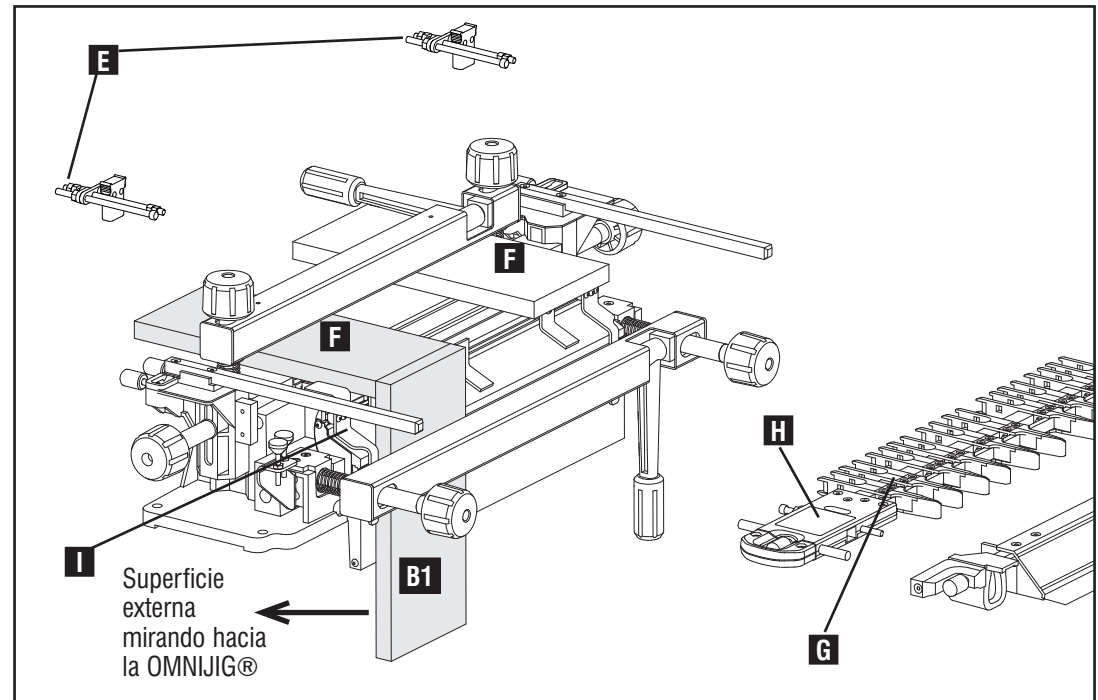

Fig. 16
Utilice los topes (E) Fig. 16 con etiquetas "LADO IZQUIERDO DE CAJA" y "LADO DERECHO DE CAJA" para la plantilla digital variable. Utilice los topes con etiquetas "LADO IZQUIERDO DE CAJA EN MINIATURA" y "LADO DERECHO DE CAJA EN MINIATURA" para la plantilla digital en miniatura.
1. Monte las tablas de descarte horizontales (F) Fig. 16 y la plantilla (G). Asegúrese de que la etiqueta "B PINS" (ESPIGAS B) (H) quede del lado izquierdo al mirar la horma de frente.
2. Monte verticalmente la primera tabla que desea cortar (B1) Fig. 16 con la "superficie externa" mirando hacia la OMNIJIG®. La tabla debe estar alineada al ras con la guía de borde izquierda (F) y bien ajustada contra la parte inferior de la plantilla (G).
3. Para reducir el desprendimiento, asegúrese de empujar las tablas de descarte horizontales (F) hacia delante, hasta alinearlas al ras con la parte trasera de la primera tabla (B1).